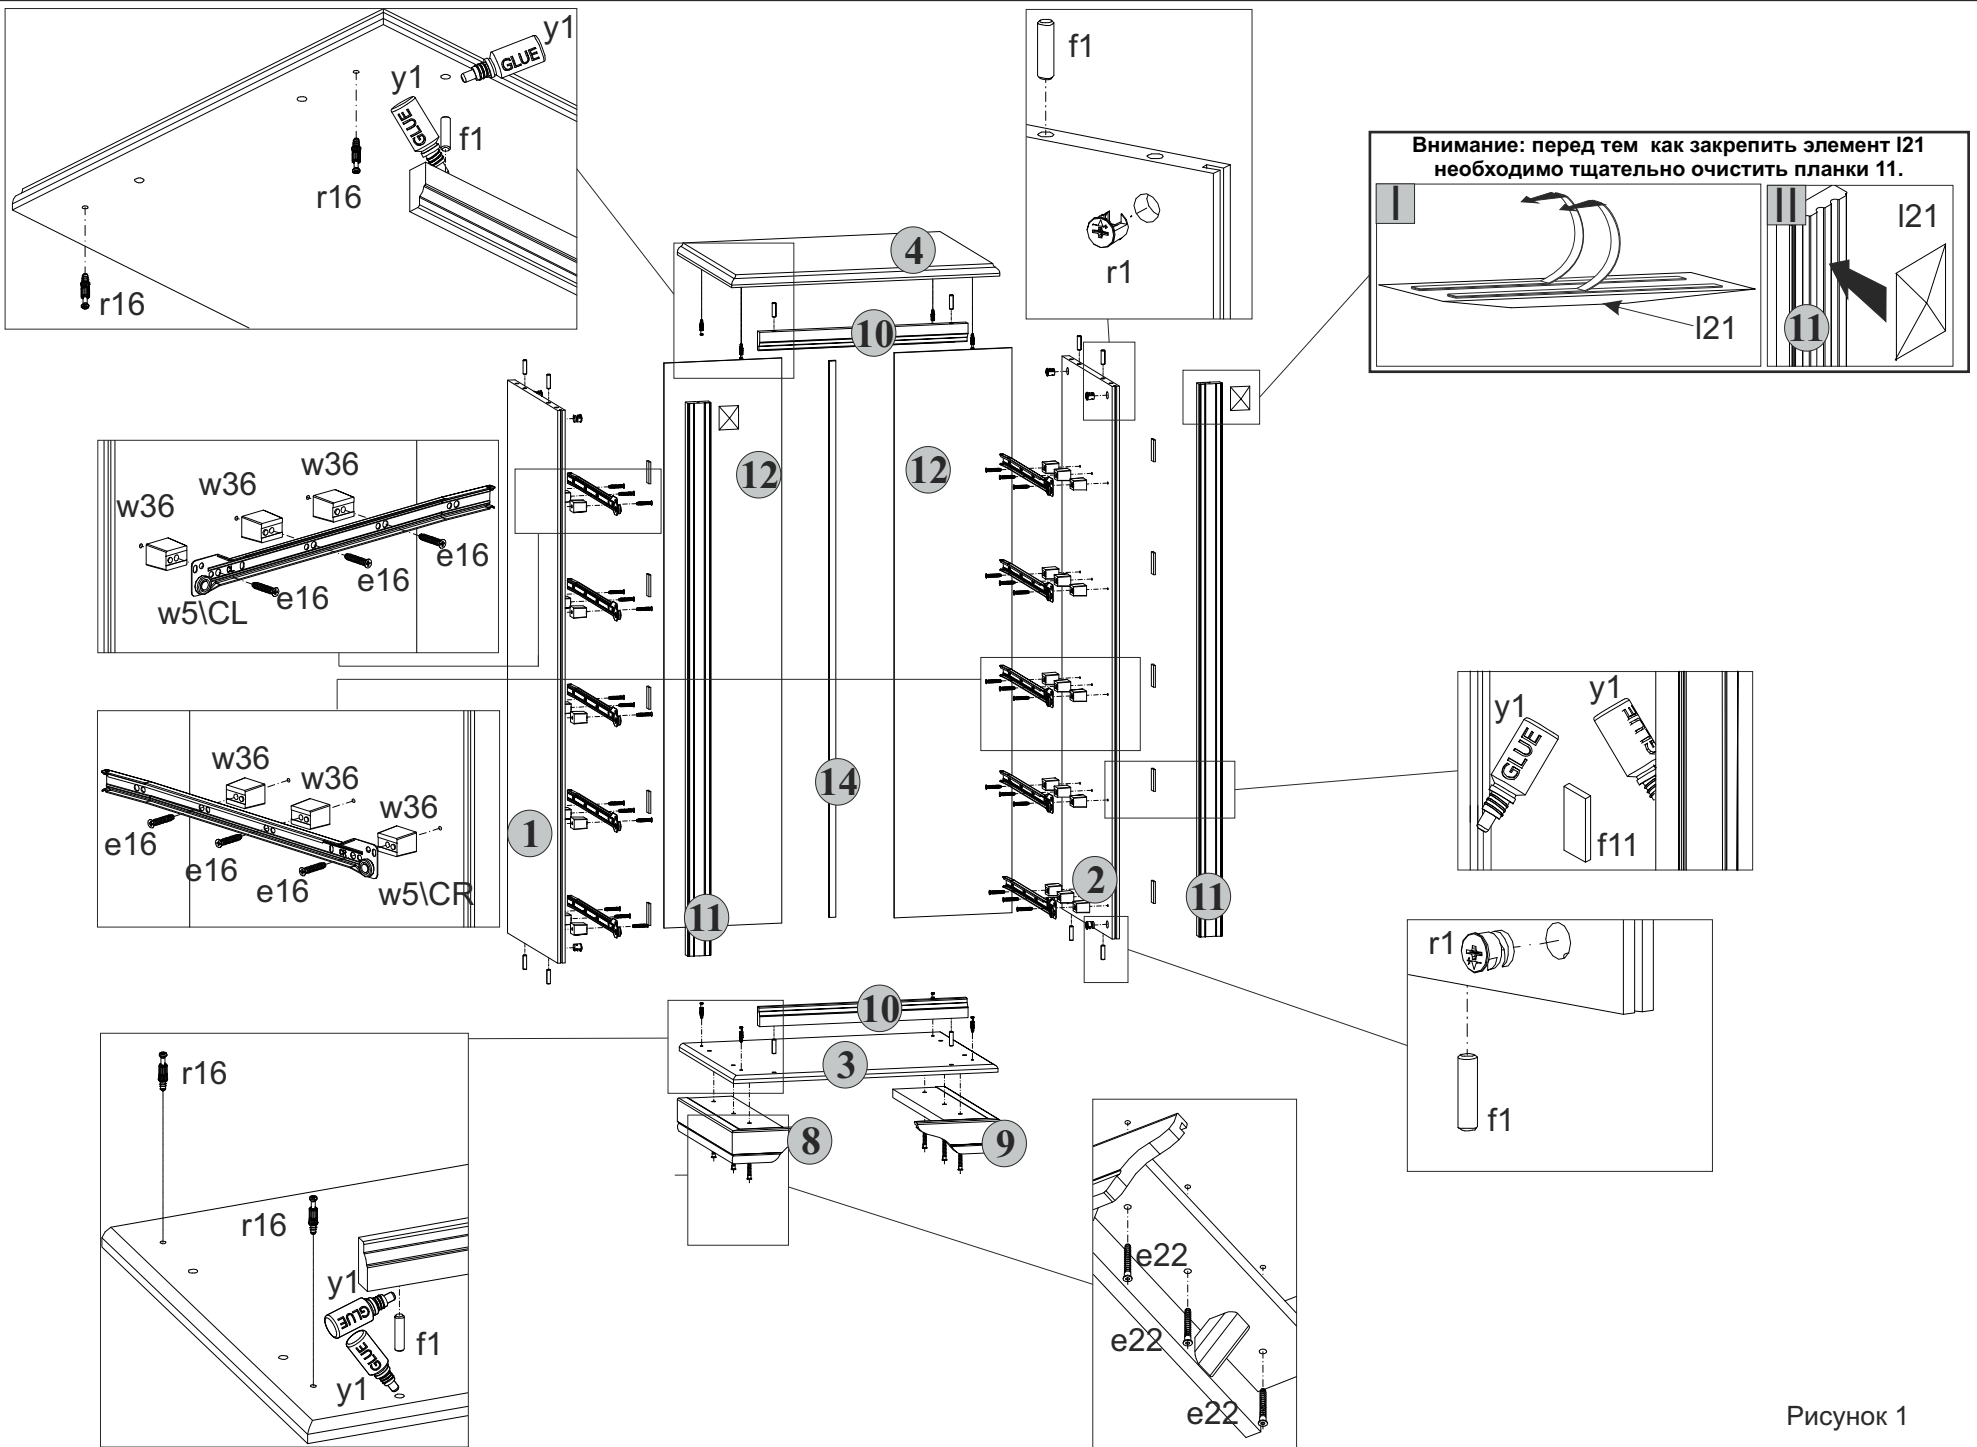

Рисунок 1
2. В отверстия  $\varnothing 8$  мм на торцевых кромках стенок боковых 1, 2 вбить деревянные шканты f1 (см. рис. 1).
3. На внутренних поверхностях стенок боковых 1, 2 в отверстия  $\varnothing 15$  мм вбить стяжки эксцентриковые r1 (см. рис. 1).
4. На внутренних поверхностях стенок боковых 1, 2 в местах кернения прикрутить шурупами e16 металлические направляющие w5\CR, w5\CL, используя шайбу роликовых направляющих w36 (см. рис. 1).
5. К щиту нижнему 3 прикрепить ножки 8, 9 конформатами e22 (см. рис. 1).
6. На внутренних поверхностях щита нижнего 3, щита верхнего 4 в отверстия  $\varnothing 5$  мм, согласно плана сборки, аккуратно вкрутить винты стяжки r16 (см. рис. 1).
8. Собрать все детали согласно плана сборки, соединив стяжки эксцентриковые r1 с винтом стяжки r16. Для поворота эксцентрика использовать либо отвертку, либо специальный ключ z1, прилагаемый к комплекту (см. рис. 1).
11. Нанести на элементы f11 клей из тюбика y1, вставить эти детали в пропил стенок боковых 1, 2 и установить на них планки декоративные из МДФ 11 (см. рис. 1).
12. Нанести клей из тюбика y1 в отверстия  $\varnothing 8$  мм планок декоративных из МДФ 10. Прикрепить планки декоративные из МДФ 10 к щиту нижнему 3 и щиту верхнему 4 согласно плана сборки (см. рис. 1).
13. На планки декоративные из МДФ 11 прикрепить элементы I21, согласно плана сборки, **предварительно необходимо тщательно очистить поверхность планки 11, на которую будет крепиться элемент I21** (см. рис. 1).